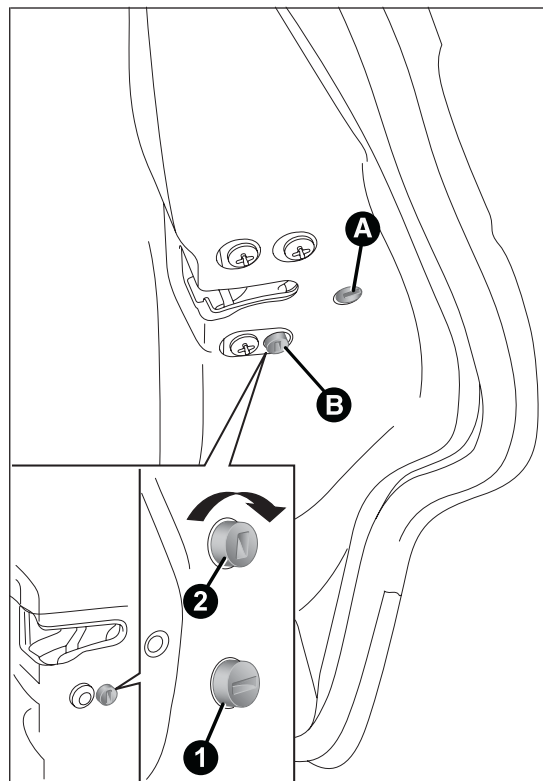
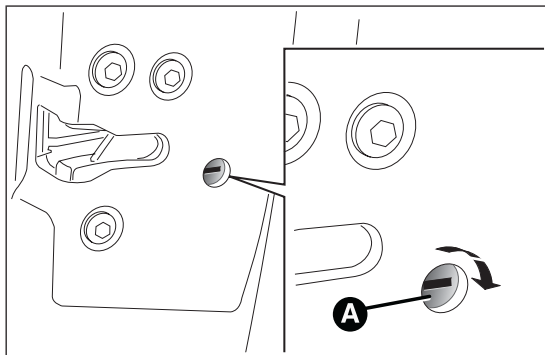

fig. 74
fig. 75
Il dispositivo A fig. 74 è inseribile solo a porte aperte:
- ☐ inserire l'inserto metallico della chiave di avviamento nella sede A fig. 75 (porta anteriore lato passeggero) oppure B fig. 74 (porte posteriori) ;